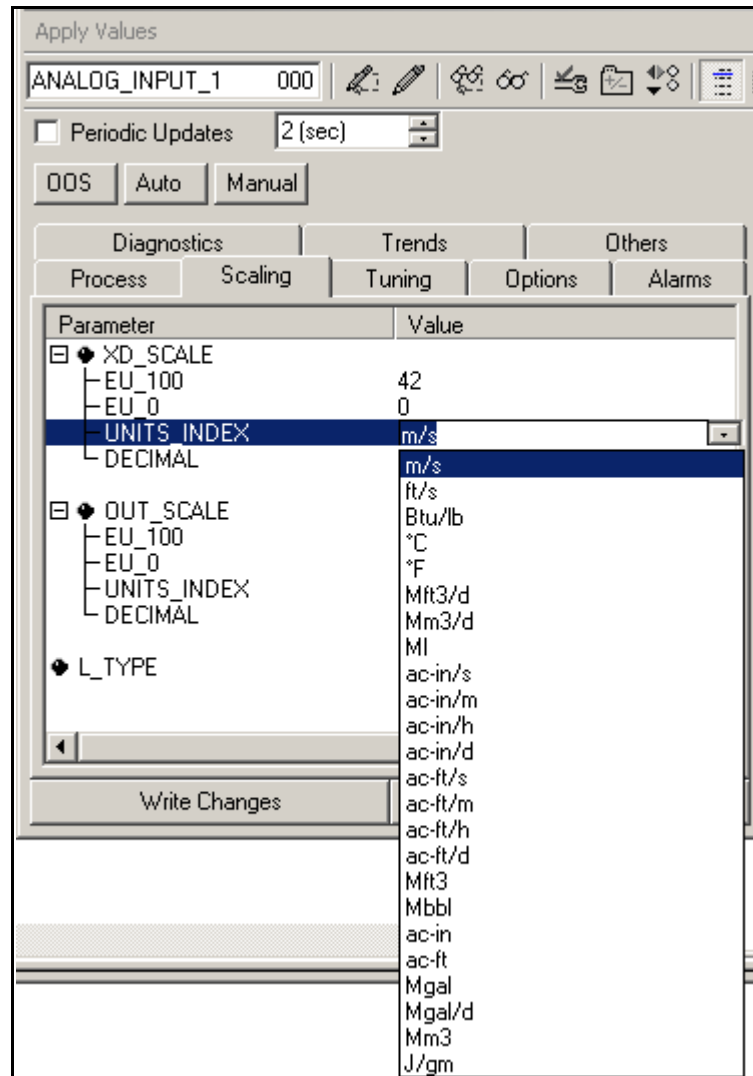

Рис. 61: Выпадающий список единиц измерения
2. Выберите вкладку **Scaling** (Пересчет) и установите единицу измерения в соответствии с настройками расходомера. Например, если расходомер был настроен на использование системы метрических единиц и PRIMARY_SELECTOR был настроен на использование VELOCITY (СКОРОСТИ), вам следовало выбрать для данного устройства единицу измерения **м/с**, как показано на рис. 61 внизу.